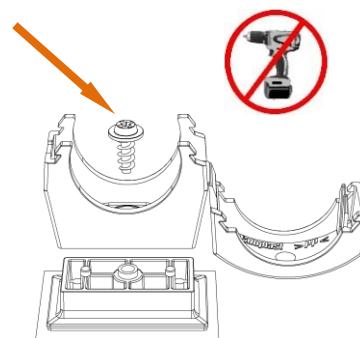

Bild 2. Montera limdistans på produkt (t.ex rörlämma)
1. Montera limdistans på den produkt du ska limma fast, se bild 2 (t.ex. Ø32/40mm rörlämma/spillmuff) och skruva fast den, se orange pil. Använd skruvmejsel med Pozidrivbits 2 (PZ2). Använd ej skruvdragare, då dessa lätt drar sönder plastdetaljerna.